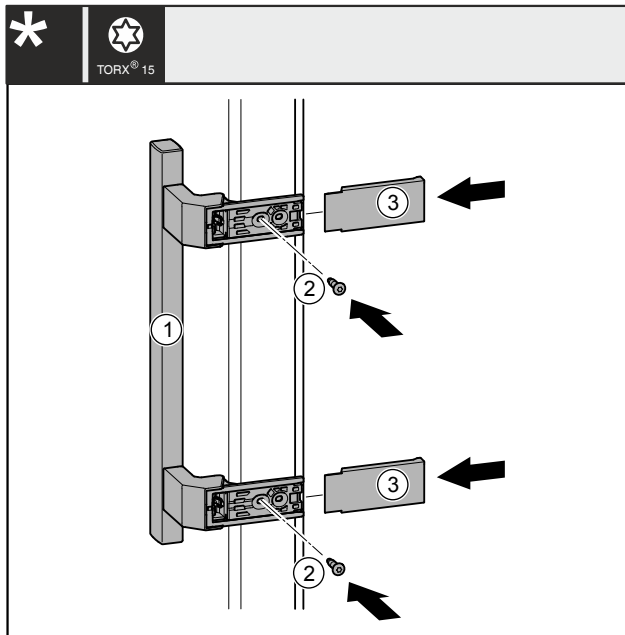

Fig. 42
- ▶ Griff Fig. 42 (1) auf der Gegenseite ansetzen.
- ▶ Schrauben Fig. 42 (2) mit Schraubendreher festschrauben.
- ▶ Abdeckungen Fig. 42 (3) seitlich ansetzen und aufschieben, so dass sie einrasten.